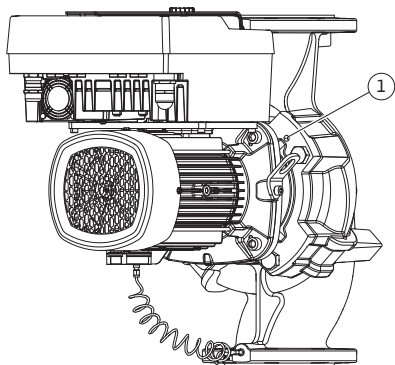

Fig. 11: Pressionar o conjunto de encaixe através dos orifícios roscados (DN 100 ... DN 125)
No tipo de bomba Fig. II e Fig. III (DN 100 ... DN 125) utilizar, para tal, os dois orifícios roscados (Fig. 11, pos. 1). Para tal, utilizar os parafusos adequados disponibilizados no local (por exemplo, M10 x 25 mm).
5. Afastar o conjunto de encaixe (ver Fig. 4) do corpo da bomba. Para tal, utilizar os dois orifícios roscados (ver Fig. 11). Para soltar o alojamento, introduzir parafusos M10 com comprimento adequado nos orifícios roscados.
7. Desapertar os dois parafusos fixos da chapa de proteção (Fig. II, pos. 27) e remover a respetiva chapa.
8. Introduzir uma chave de bocas com uma abertura de 27 mm na janela da lanterna e fixar o veio nas superfícies de aperto (Fig. II, pos. 16). Desapertar a porca do impulsor (Fig. II, pos. 22). Retirar o impulsor (Fig. II, pos. 21) do veio com um extrator adequado.
9. Soltar a placa de retenção do sensor da pressão diferencial (Fig. I, pos. 13) do flange do motor, desapertando o parafuso (Fig. II, pos. 10). Deixar o sensor da pressão diferencial (Fig. I, pos. 8) suspenso com a chapa de suporte (Fig. I, pos. 13) nos cabos de medição da pressão (Fig. I, pos. 7). Desligar eventualmente o cabo de ligação do sensor da pressão diferencial no módulo eletrónico.
10. Desapertar os parafusos (Fig. II, pos. 10 e pos. 10a).
11. Soltar a lanterna do dispositivo de centragem do motor com o extrator de dois braços (extrator universal) e removê-la do veio. O empanque mecânico (Fig. I, pos. 25) é também removido. Evitar o encravamento da lanterna.
12. Se o empanque mecânico tiver sido danificado, pressionar o contra-anel (Fig. I, pos. 26) do empanque mecânico para fora do alojamento da lanterna. Colocar o novo contra-anel na lanterna.